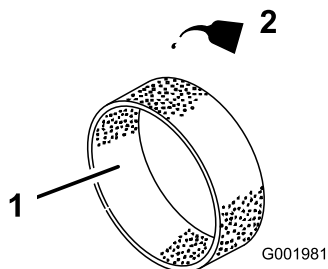

図 48
4. 乾いたら新しいエンジン・オイルを30~60cc含ませる (図 48)。